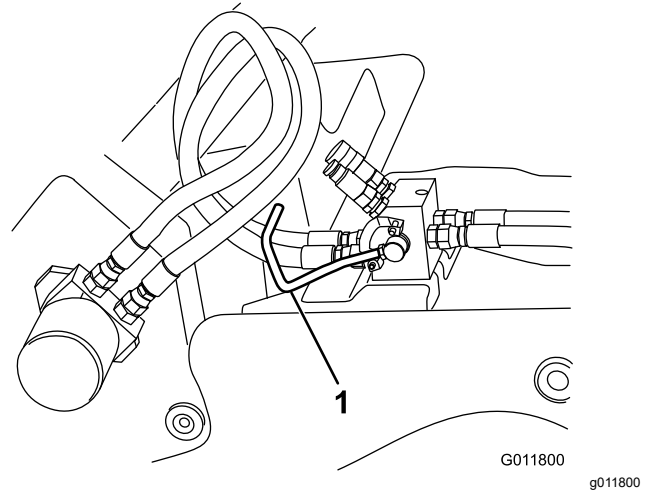

Figura 24
7. Baje la palanca de conmutación del colector hidráulico para cambiar entre la operación de la zanjadora y la operación de la cabeza perforadora (Figura 24).